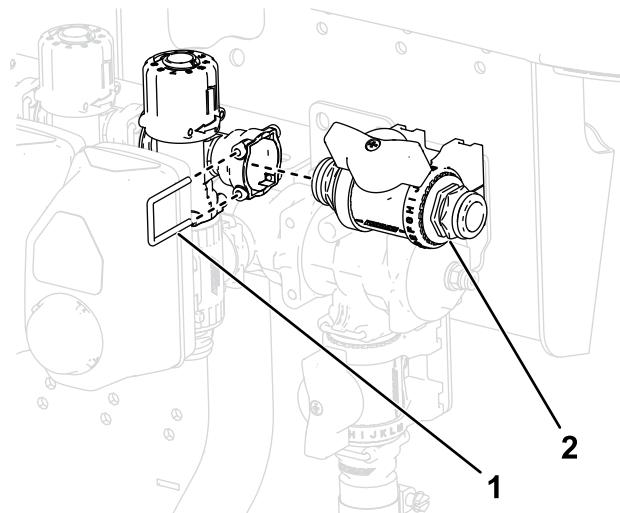

Bild 41
13. Montieren Sie die Regelventilbaugruppe an der Ventilinsel, wie in Bild 41 dargestellt.